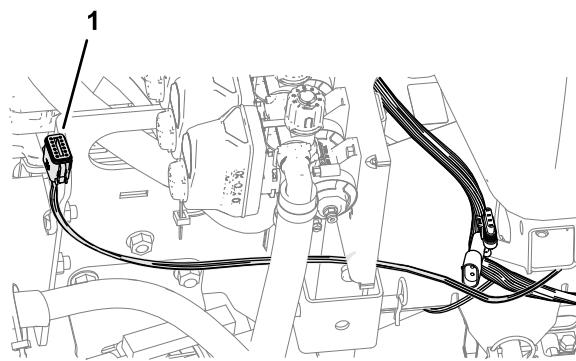

Figure 65
4. Acheminez le connecteur à 12 douilles du faisceau de câblage avant vers la vanne de levage des rampes (Figure 65).